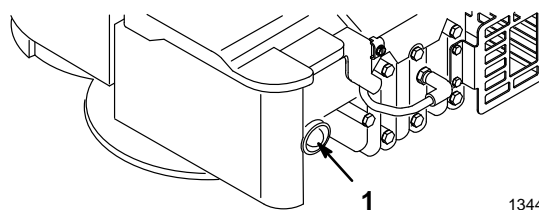

Abbildung 9
- Die Kaltstarthilfe dreimal drücken und nach jeder Betätigung zwei Sekunden warten (Abb. 9).